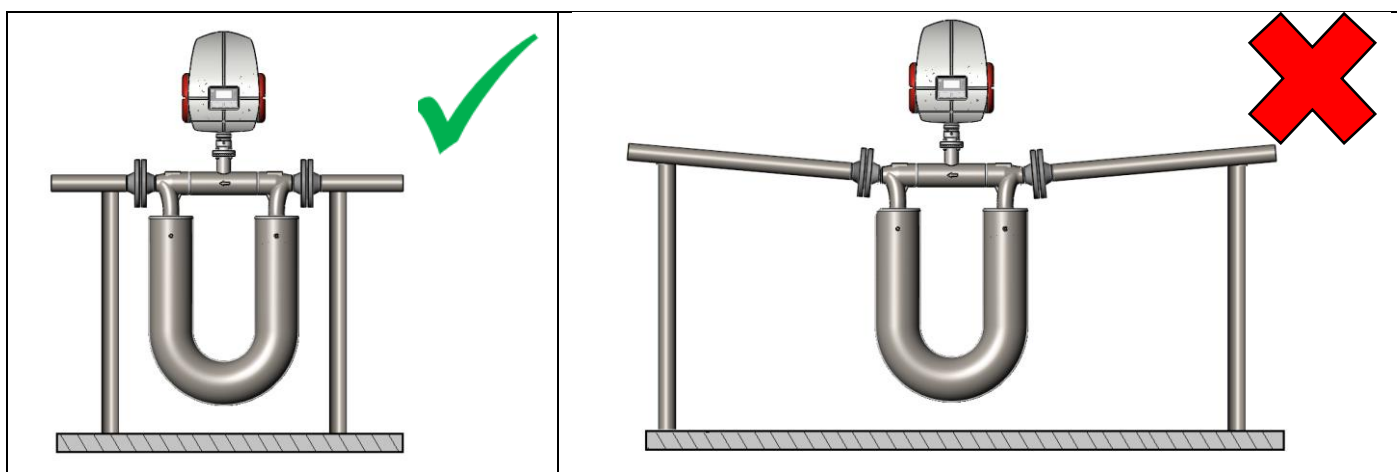

Рисунок 5 – Расположение опор для поддержки трубопроводов
2.2.4 При установке расходомеров имеющих большой вес, необходимо предусмотреть опоры. Опоры рекомендуется устанавливать, как можно ближе к ответным фланцам расходомера. Длинные участки трубопровода между расходомером и опорами могут стать причиной повреждения расходомера см. рисунок 5.